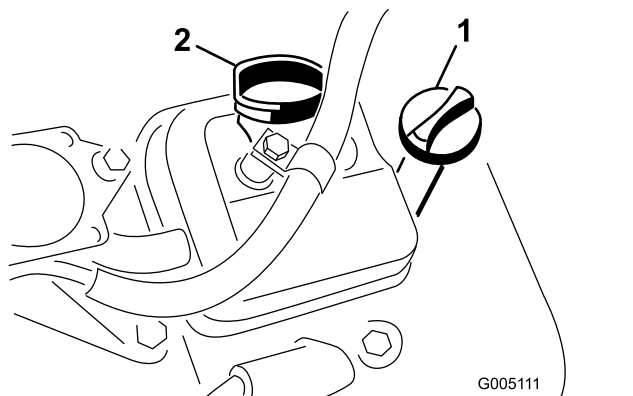

Bild 28
- Führen Sie den Peilstab in den Füllstutzen wieder ein und schrauben Sie den Peilstab auf den Füllstutzen auf (Bild 28).